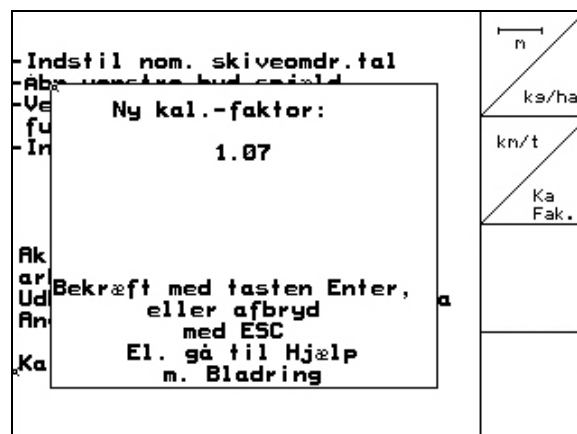

Fig. 30
- Den nye kalibreringsfaktor vises (Fig. 30).